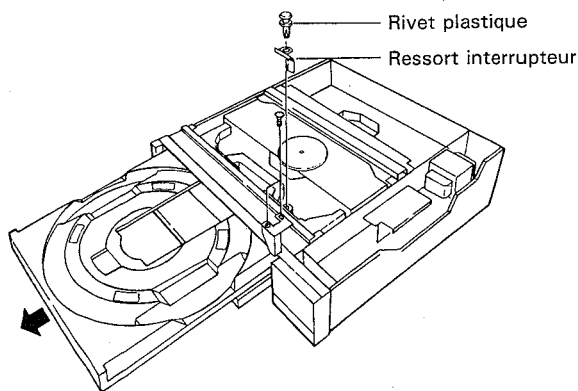

Fig.5
3. Extraire le rivet en le tirant vers le haut et retirer le ressort interrupteur. (Fig. 5)
4. Retirer la vis pour déposer la plaquette d'arrêt. (Fig. 5)